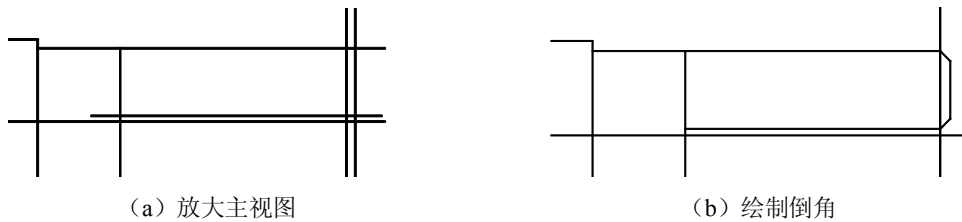

图 11-35 绘制倒角
缩放工具，结果如图 11-35 (a) 所示。
2) 绘制倒角。两次使用倒角工具，结果如图 11-35 (b) 所示。